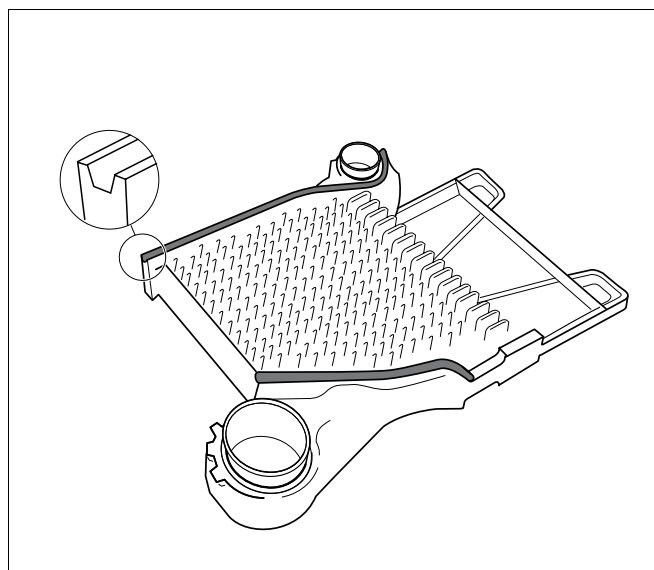

Fig. 10 Nuturi de etanșare cu șnururile corespunzătoare
- Șnurul de etanșare elastic se introduce în nutul de etanșare începând cu zona butucului superior al cazanului și se apasă ușor (fig. 10).